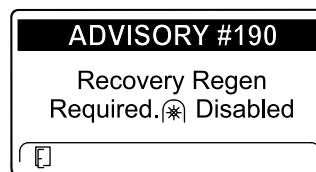

図 58
- リカバリ再生が必要です PTO が無効化されました アドバイス番号 190 図 58